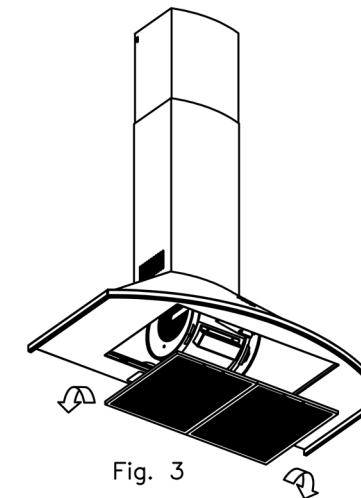

Fig. 3
- **Limpieza del filtro de grasa:** En virtud del uso y como mínimo cada mes, los filtros de grasa deberán ser desmontados (Fig. 3) y lavados en lavavajillas o en agua caliente y detergente. En el caso de utilizar lavavajillas, es recomendable colocarlos en posición vertical para evitar que los restos de comida se depositen sobre el mismo. Después de haberlos enjuagado y secado colocarlos nuevamente en su lugar, actuando de forma inversa al desmontarlos.